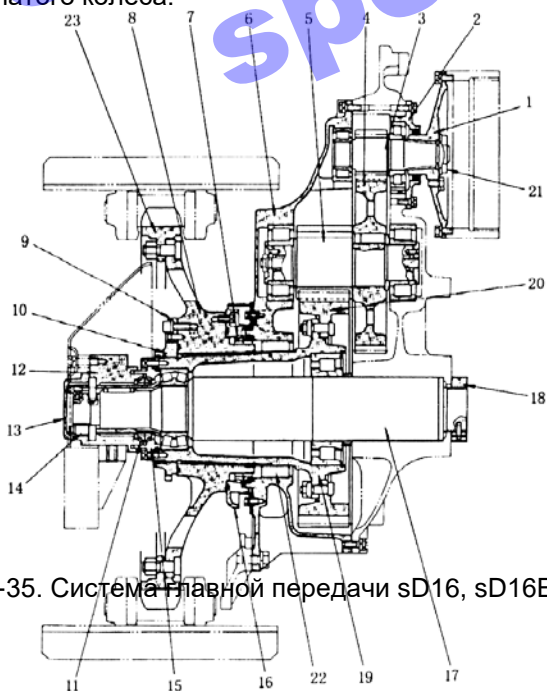
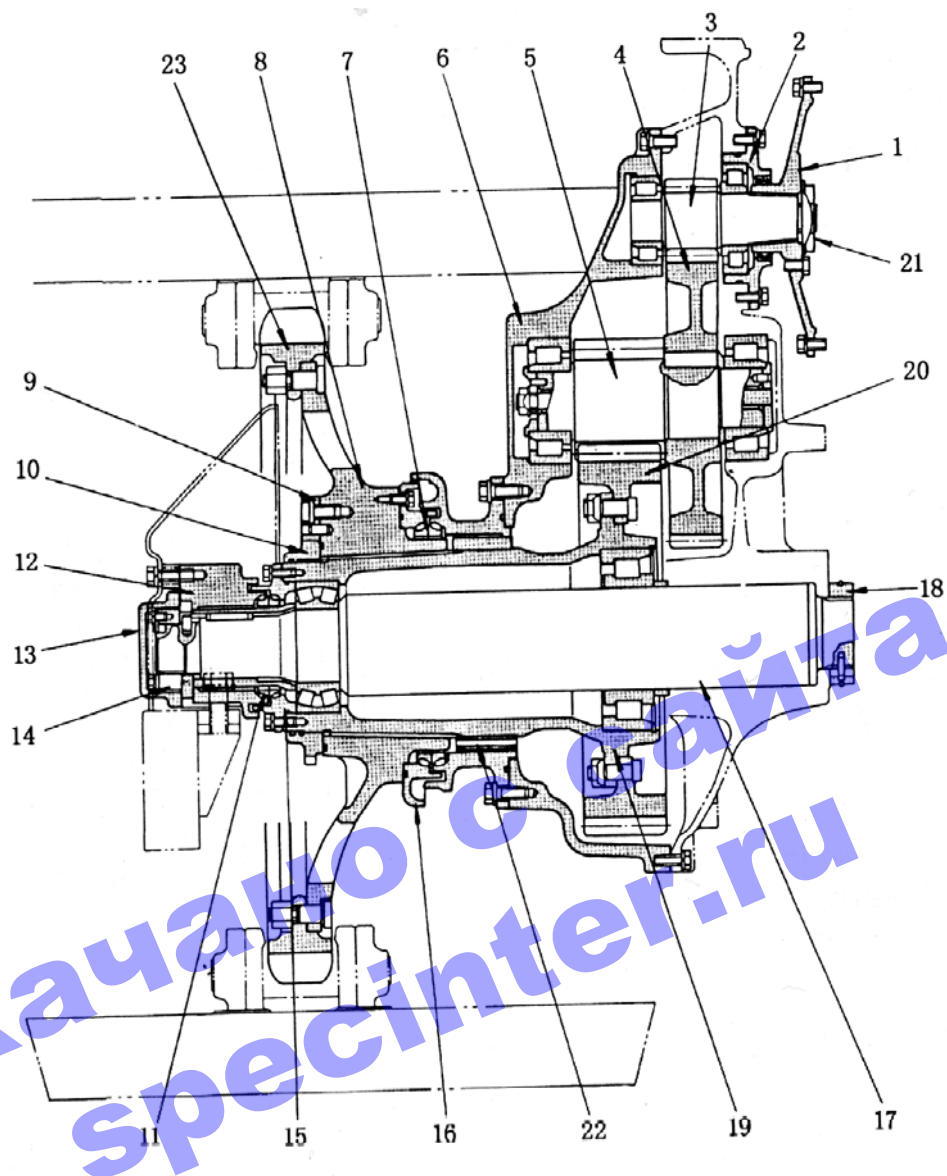

Рис. 5-35. Система главной передачи sD16, sD16E
Рис. 5-36. Система главной передачи sD16L
5.8 Главная передача (Рис. 5-35, Рис. 5-36)